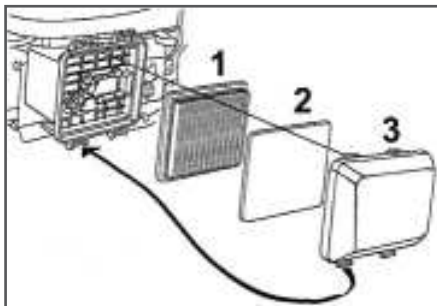

Рис. 16 Конструкция воздушного фильтра
1. Нажмите на фиксаторы и снимите крышку воздушного фильтра (Рис. 16 п. 3).
2. Извлеките из крышки воздушного фильтра предварительный в фильтрующий элемент (Рис. 16 п. 2).
3. Извлеките основной фильтрующий элемент (Рис. 16 п. 1).
Основной (бумажный) фильтрующий элемент (Рис. 16 п. 1) не подлежит очистке, необходима его замена. Эксплуатация двигателя с грязными или поврежденными фильтрующими элементами или без фильтрующих элементов приведет к попаданию грязи и пыли в карбюратор и двигатель, что в свою очередь, станет причиной его быстрого износа. Двигатель в этом случае не подлежит ремонту по гарантии.